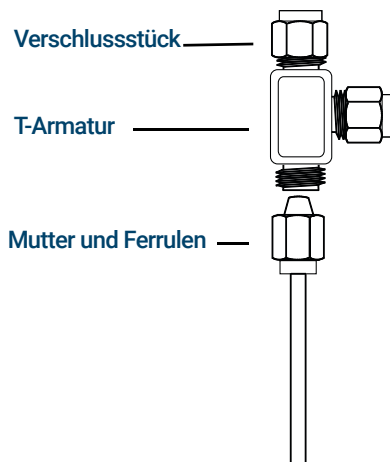

Abbildung 21. Swagelok-T-Stück
- 1** Schneiden Sie die Leitung dort durch, wo Sie das T-Stück installieren möchten. Verbinden Sie Leitung und T-Stück mit einer Swagelok-Armatur. Siehe **Abbildung 21**.